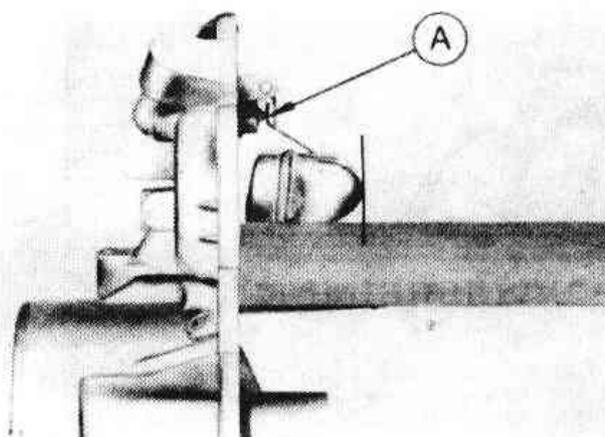

Рис.3.22. Язычок, регулирующий уровень топлива в поплавковой камере (Разд.22)
16. *Регулировка уровня топлива в поплавковой камере:* Удерживая верхнюю половину корпуса в вертикальном положении, чтобы игольчатый клапан был закрыт поплавком, измерьте расстояние между торцом верхней половины корпуса и основанием поплавка. Отогните язычок А (Рис.3.22) для получения величины, указанной в спецификации.